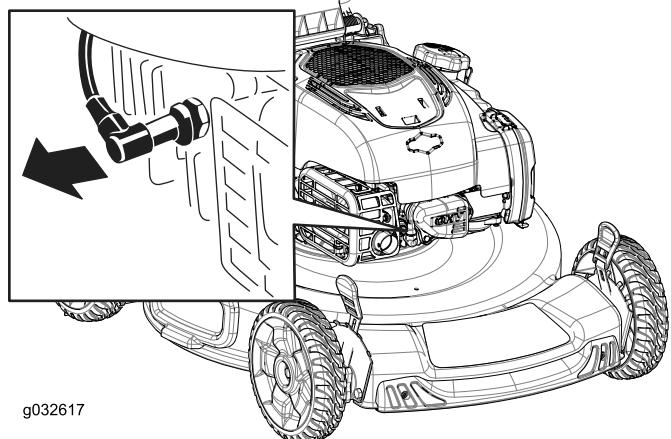

Figura 25
- Desconecte el cable de la bujía (Figura 25).